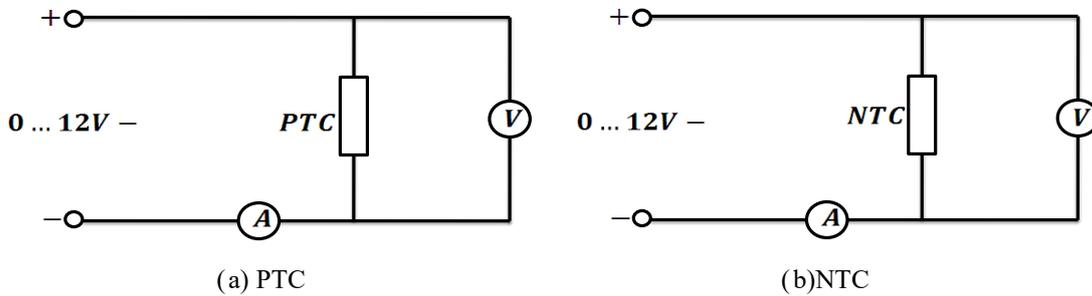

Figura 5.3: Esquemas para la variación de la resistencia con la temperatura
1. Monte el esquema ilustrado en la figura 5.3(a)
6. Monte el esquema de la figura 5.3(b)